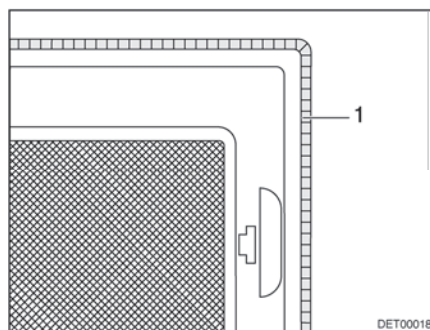

Bild 53 Zwangslüftung
**Zwangslüftung** Je nach Ausstattung ist die Dachhaube mit einer Zwangslüftung (Bild 53,1) ausgestattet. Dachhauben mit Zwangslüftung sind im Wohnbereich und im Toilettenraum eingebaut.